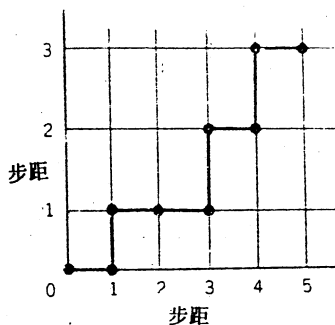

图2 第2种脉冲输出方法
(2)一边对两轴的脉冲进行计数,一边驱动两个电机,对电机进行通/断控制。如图2所示。